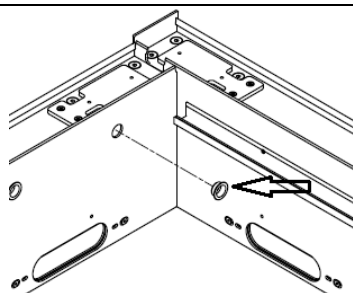

Figure 38
17. Placer les bagues collectrices les plus extérieures dans les grandes fenêtres de l'axe de la lame sur les poutres longitudinales. (Fig. 38).